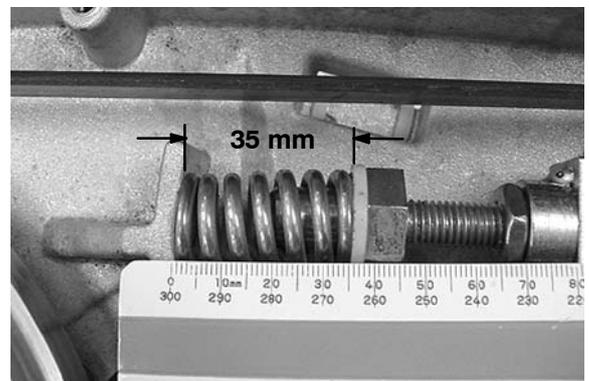

ABB. 72
- Drehen Sie den Einstellbolzen zur richtigen Einstellung der Riemen Spannung bis die Spannfeder auf eine Länge von 35 mm komprimiert ist (Abbildung 72). Ziehen Sie nach dem Einstellen die Sperrmutter des Einstellbolzens an.